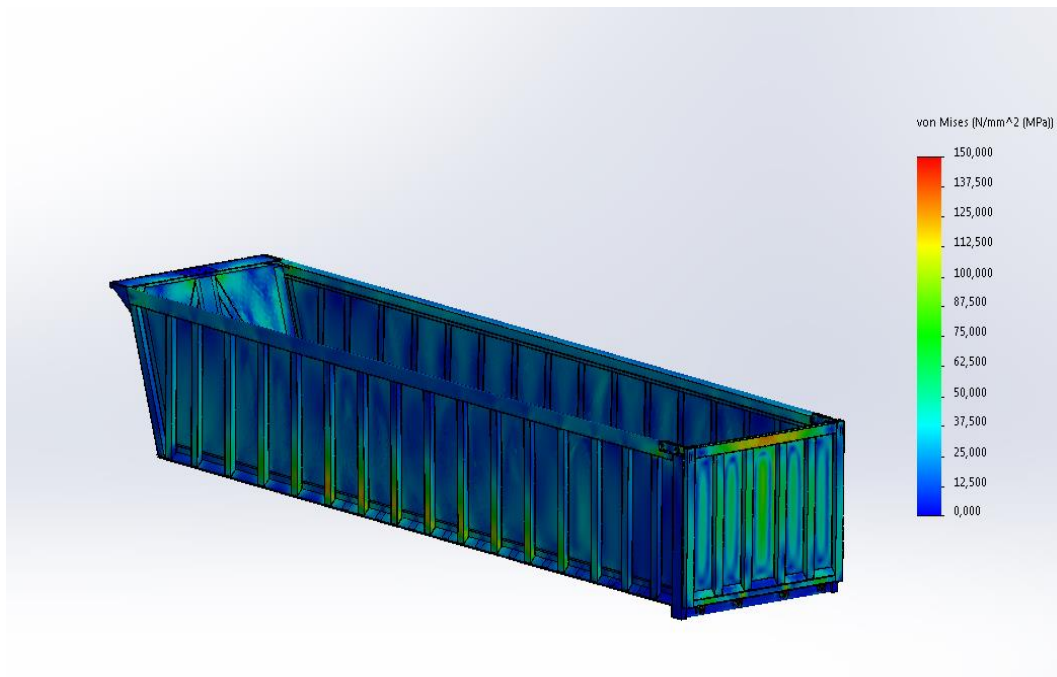

Figura 5.8.3-1: Tensiones tras la simulación.
- Tensiones: Muestra los valores de la combinación en las tres direcciones principales de las tensiones de Von Mises, si se desea conocer en alguna dirección de forma individual, basta con cambiarlo desde el submenú de la barra de resultados. Figura 5.8.3-1.